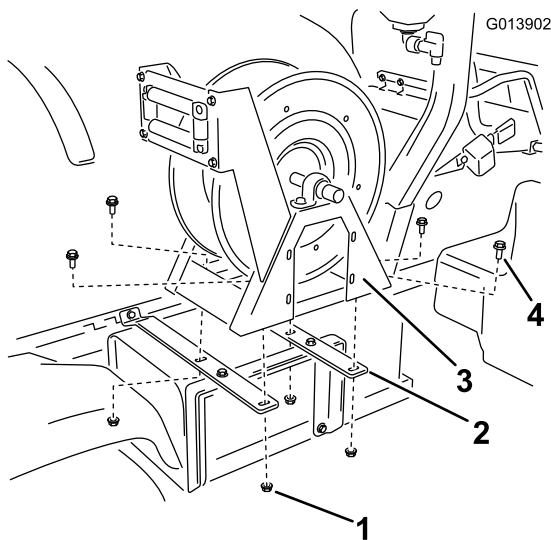

図 10
5. ホースリール・アセンブリをホースリール・ストラップ (図 10) に取り付ける；フランジヘッドボルト4本 (3/8 x 1 インチ) とフランジナット4個 (3/8 インチ) を使用。